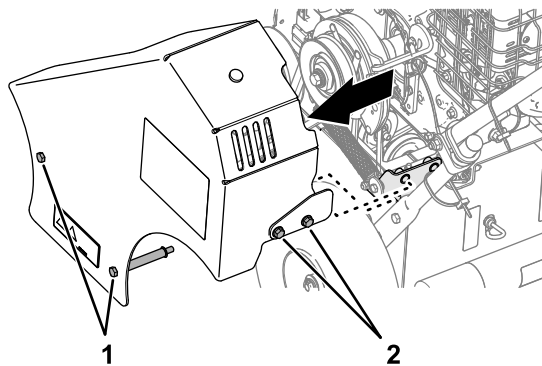

Рисунок 24
1. Ослабьте 2 колпачковых винта и 2 болта с фланцем, которые крепят защитное ограждение ремня к машине (Рисунок 24).
2. Снимите защитное ограждение ремня с машины (Рисунок 24).